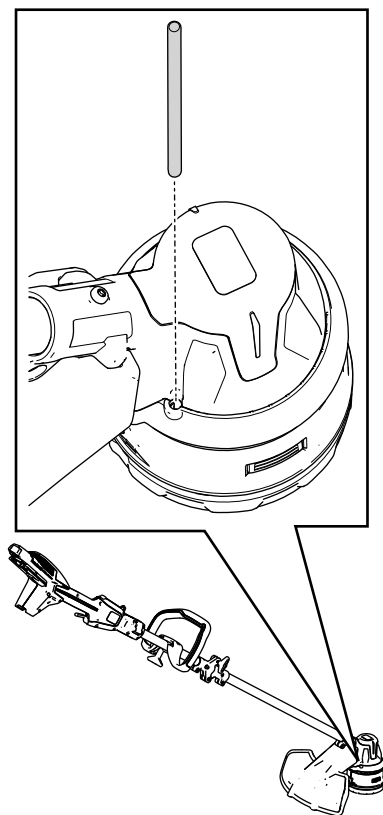

Figure 18
2. Insérez un outil de petit diamètre (comme un tournevis) dans le boîtier du moteur et dans la rainure du ventilateur pour immobiliser la tête de coupe et l'empêcher de tourner toute seule (Figure 18).